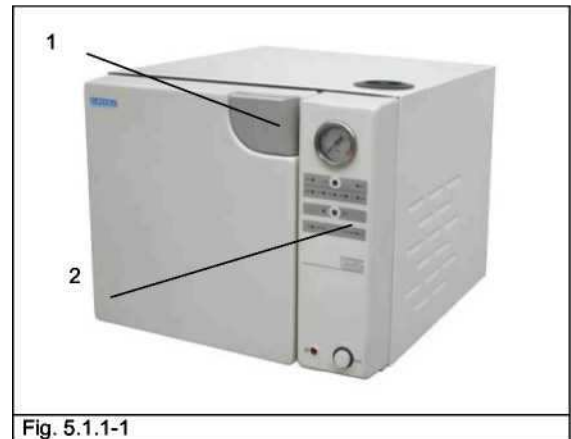

Fig. 5.1.1-1
Ручка (1) для открывания двери (Fig. 5.1.1-1).
#### Механизмы на фронтальной панели (Fig. 5.1.1-2)